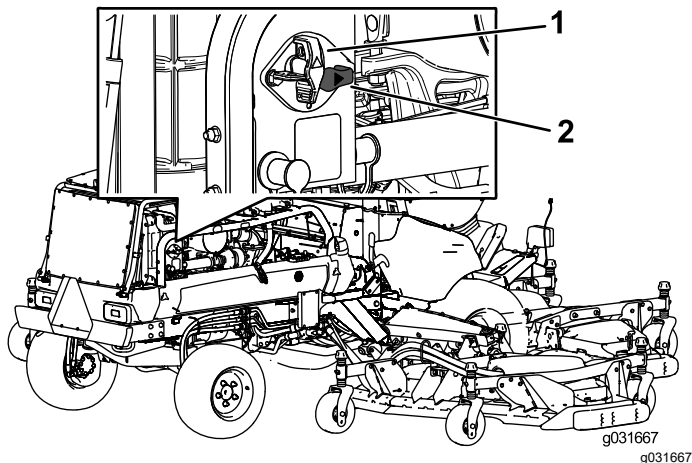

Figura 22
1. Gire el interruptor de desconexión de la batería a la posición de ENCENDIDO (Figura 22).